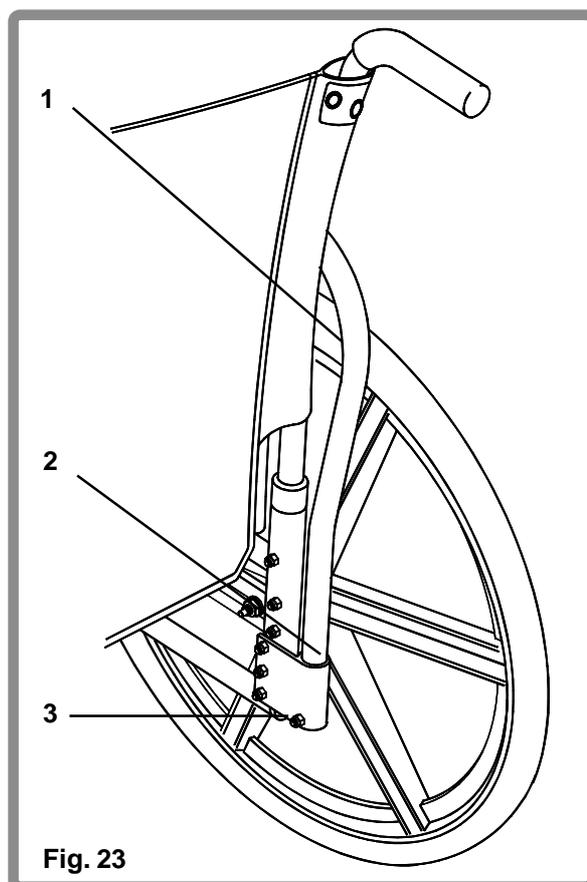

Fig. 23
Les accoudoirs escamotables amovibles (Fig. 23) sont installés en faisant coulisser le tube de l'accoudoir (1) dans le logement (2) du tube du cadre arrière, alignant la fente sur l'extrémité du tube avec la vis (3). Pour retirer l'accoudoir, tirer vers le haut jusqu'à ce que le tube sorte du logement.